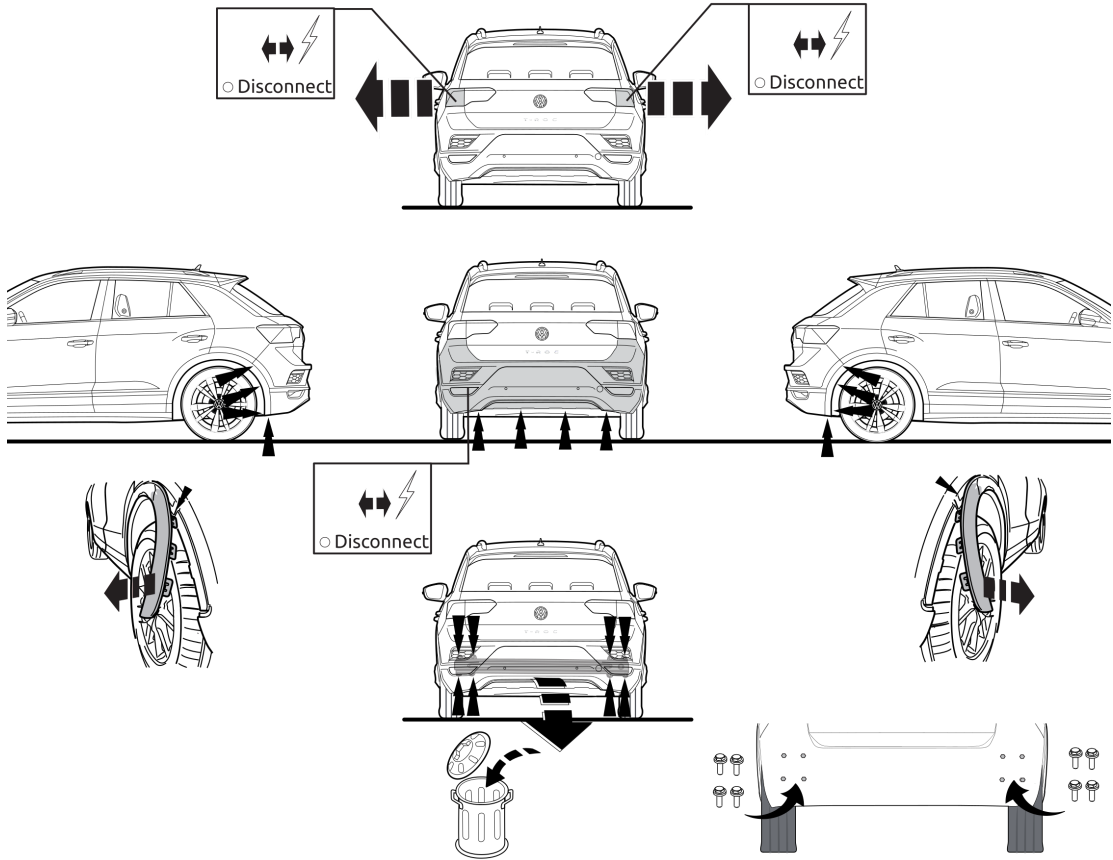

Fig. 1
2. Снять бампер вместе со буферным брусом автомобиля. Буферный брус больше не понадобится. Поставить гайки на место. См. рисунок 1.